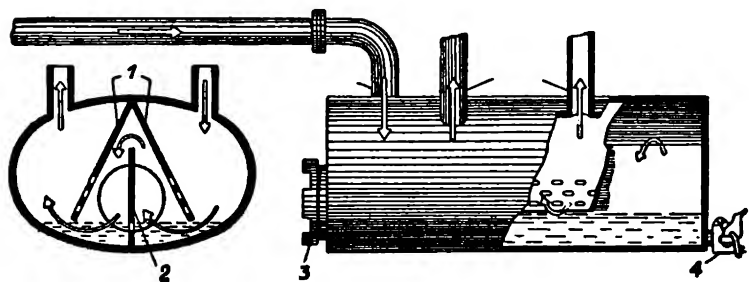

Рис. 38. Вступний очишувач.
отвір (7). Повітря, ссане мотором або вентилятором, входить через прислону (5) і димші (10) до огнища, а газ виходить в напрямі стрілок, потім трубою (8) до вступного очищувача (рис. 38). У вступнім очищувачі газ очищується від попелу і води, яку можна випускати отвором (4). Зі вступного очищувача йде газ до холодильниці (рис. 39 а), а звідси по охолодженню до власного очищувача